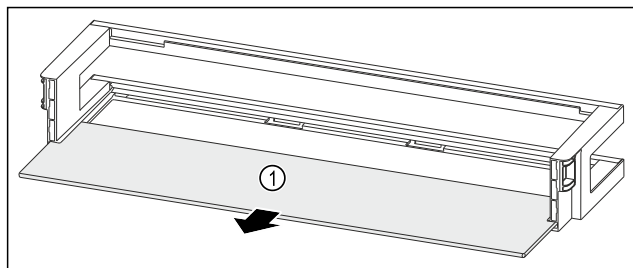

Fig. 167 Balconcino controporta con ripiano
- Rimuovere il ripiano Fig. 167 (1).